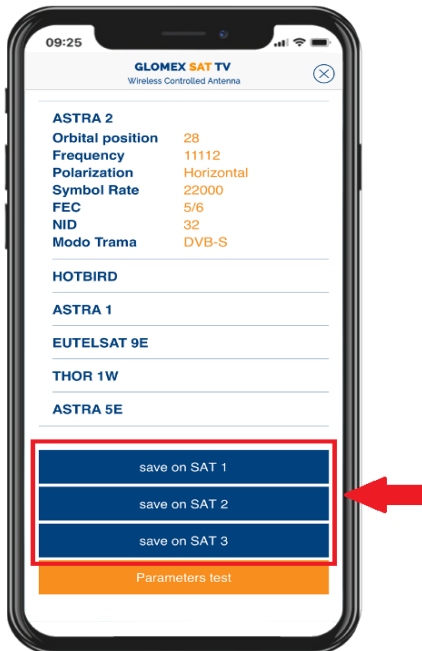

Fig. 29
- 1) Impostare il satellite selezionato in uno delle tre posizioni dell'unità di controllo (Fig. 29).